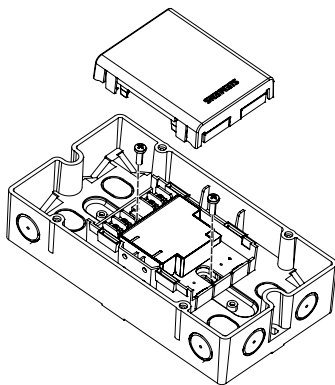

图 3
- 安装在控制器或开关柜外面：使用可选 FDCH221 保护盒（图 3）。
3. 用 2 个螺钉（M4）将保护盒固定在平整表面上（图 3）。
2. 用 2 个螺钉将模块固定在保护盒底部（见图 3）。